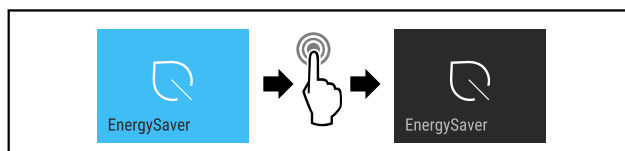

Fig. 15
- Genomför stegen (se Fig. 15).